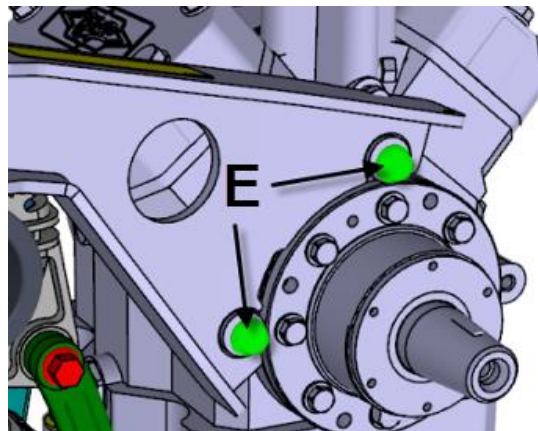
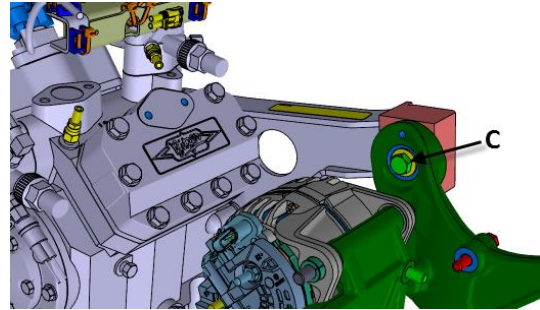

FIGURE 24
FIGURE 25
33. Serrer à la main les boulons **C** & **E** (FIGURE 24 & FIGURE 25).